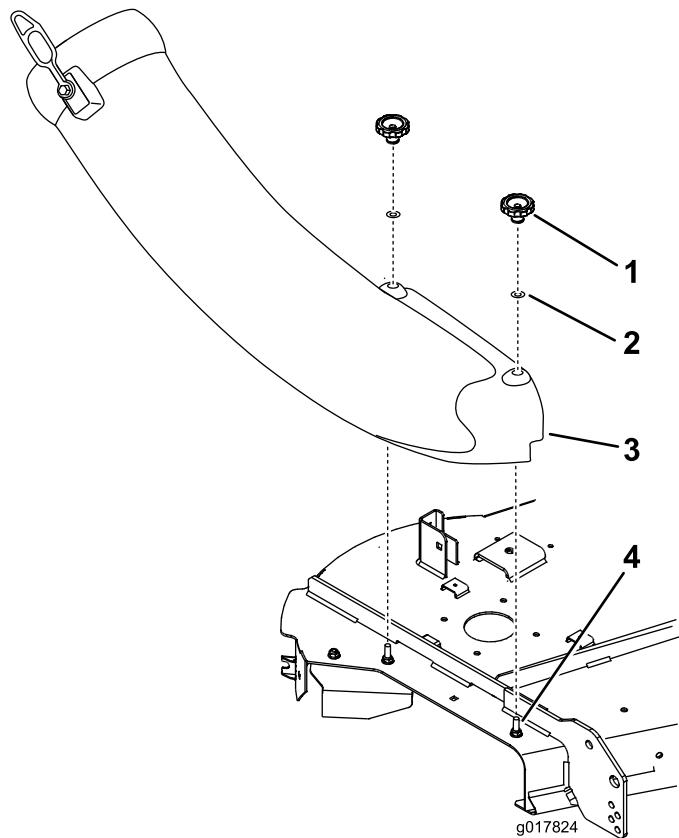

Figura 26
5. Alinee los orificios del conducto y Monte el conducto sobre los pernos. Sujete el conducto a la carcasa de corte con los dos pomos y las arandelas planas (5/16") (Figura 26).